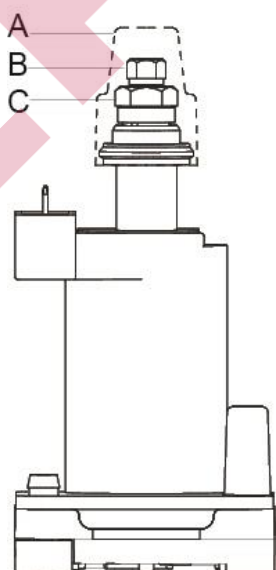

Рисунок 4.3.2 Регулировочные винты регулятора давления
5. Снять защитный колпачок «А» регулятора (рис. 4.3.2).
7. Медленно вращать регулировочный винт давления сопла «В» (рис. 4.3.2) в направлении «+» или «-» и наблюдать при этом за прибором измерения давления. Не рекомендуется крутить, винт дальше, если необходимое давление сопла уже достигнуто.
13. Снять защитный колпачок А регулятора (см. рисунок 4.3.2).
16. Если это значение не достигнуто, необходимо соответствующим образом изменить максимальное механическое ограничение модулируемого регулятора (большой регулировочный винт С регулятора, см. рисунок 4.3.2) и продолжить настройку.
19. Если это значение не достигнуто, необходимо соответствующим образом изменить минимальное механическое ограничение модулируемого регулятора (малый регулировочный винт В, см. рисунок 4.3.2) и продолжить настройку.